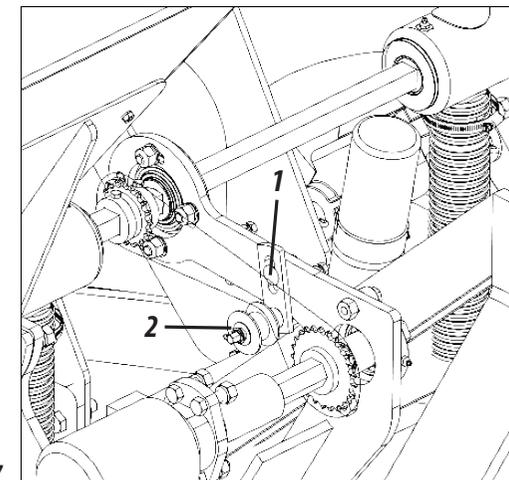

Figura 17
TENSÃO DAS CORRENTES (FIGURA 17)
- 1- Solte o parafuso (1), deslize o esticador (2) até a tensão necessária. Em seguida, reaperte a porca, **conforme mostra a figura 17.**